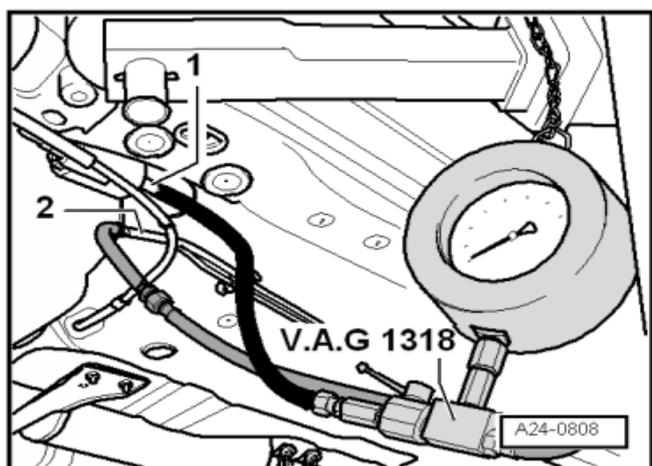

Fig. 2 Tubo de alimentación 2. Entrada al filtro 1.
Conecta el manómetro entre el tubo que desconectaste (2) y la entrada al filtro (1). Fig.2 Presuriza el sistema y purga el sistema de combustible.